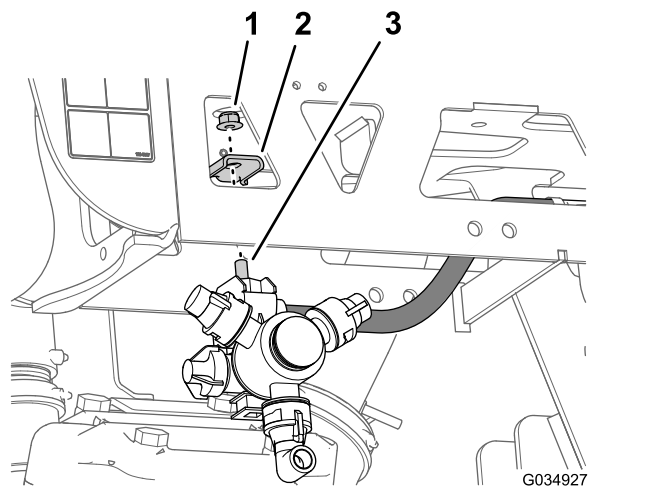

Figura 82
- Repita los pasos 2 a 7 con el otro conjunto de manguera y boquilla en el otro perfil exterior (Figura 79 y Figura 82).
1. Alinee el perno de cabeza hexagonal (5/16" x 3/4") de la boquilla del fumigador a través del orificio del bastidor de la boquilla (Figura 82) y sujete provisionalmente la boquilla al bastidor con una de las contratuercas con arandela prensada (5/16") que retiró en los pasos 1 y 4 de 12 Retirada de las mangueras de las boquillas del fumigador para el sistema de sección de 3 brazos (página 33).